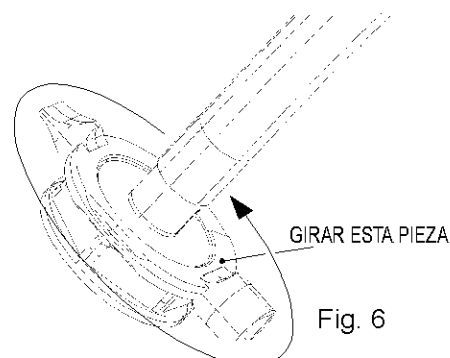

Fig. 6
- Fig6 – Introduzir a zona hexagonal da chave na válvula e girar. Desta forma teremos montada a chave na válvula de esvaziamento. Girando para a esquerda abrimos a passagem de água e girando para a direita, fechamos a passagem de água.